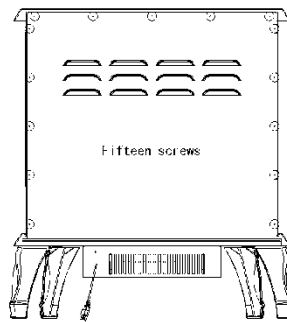

Fig. 1
- Afloje los tornillos que sujetan el panel trasero de la estufa al cuerpo principal de la estufa (ver Fig.1).